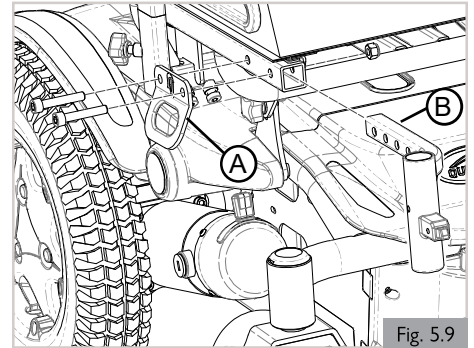

Fig. 5.9
- a. Extraiga el gancho de tránsito (A) y los tornillos pasadores (Fig. 5.9).
- b. Extraiga el receptor del colgador (B) del asiento (Fig. 5.9).
- a. Coloque el receptor del colgador (D) en la posición deseada (dentro del tubo Fig. 5.9 o inclinado hacia dentro/hacia fuera Fig. 5.11/5.12). Para el montaje inclinado, necesitará que el bloque de montaje (C) (Fig. 5.10) se inserte en el tubo del asiento con una herramienta más larga (F). Consulte el manual de las piezas para ver información detallada.